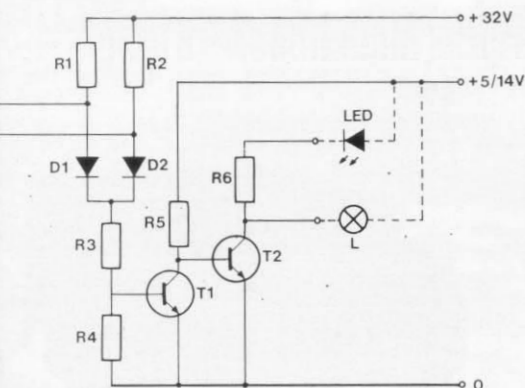

Abb. 4. Schaltschema der Gleisbesetzmeldung (s. Haupttext).
► Abb. 4 (Großbild). Blick in Längsrichtung — fast über die gesamte Anlage, deren Leitmotiv „Bergwelt-Romantik in N“ hier besonders deutlich wird. Und wer es im Haupttext noch nicht gelesen hat, möge anhand dieser Abbildung einmal schätzen, wieviele Bäume auf dieser Anlage „gepflanzt“ wurden . . .
Abb. 9. Dieser Unterwegsbahnhof ist keilförmig zwischen zwei Hauptstrecken angelegt; bei der eingleisigen Nebenbahn handelt es sich um die auf dem Gleisbildstellpult (Abb. 4) am oberen Rand verlaufende Strecke.